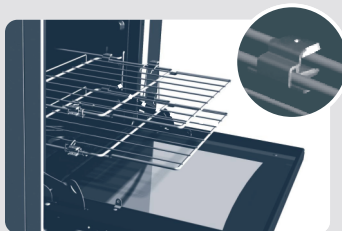

Fig. 22
- 3 | Monte o "conjunto prateleira dupla" nos trilhos figura (Fig. 22).